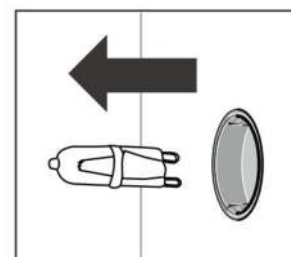

Figura 6
3. Retirar a lâmpada e substituí-la por outra lâmpada do mesmo tipo. (Figura 6)